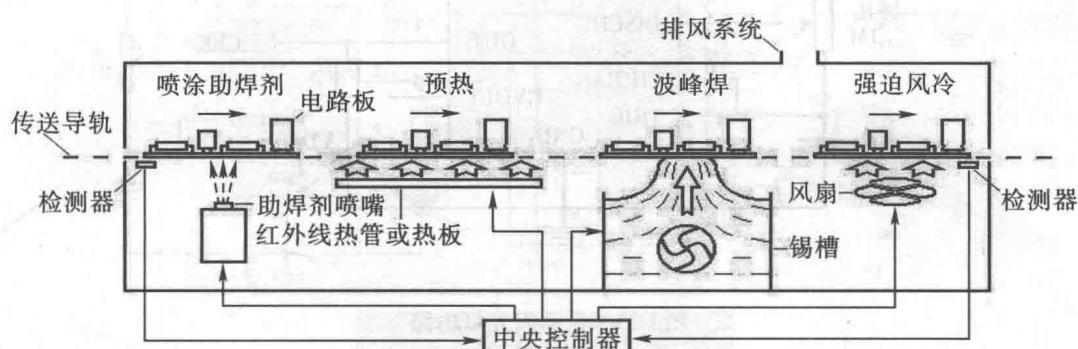

图1.21 波峰焊技术示意
①电烙铁，一般应选内热式 20~35W 恒温 230℃ 的烙铁，但温度不要超过 300℃ 的为宜。接地线应保证接触良好。一般电烙铁的工作电压是 220V，使用时一定要注意安全。发现烙铁头松动要及时紧固；不准甩动使用中的电烙铁，以免焊锡溅出伤人。如果长时间不适用，将烙铁的电源关闭。
②焊接时间在保证润湿的前提下，尽可能短，一般不超过 3s。
③耐热性差的元器件应使用工具辅助散热。如微型开关、CMOS 集成电路、瓷片电容、发光二极管、中周等元件，焊接前一定要处理好焊点，施焊时注意控制加热时间，焊接一定要快。还要适当采用辅助散热措施，以避免过热失效。
④集成电路若不使用插座，直接焊到印制板上，安全焊接顺序为：地端→输出端→电源端→输入端。
⑤焊接时应防止邻近元器件、印制板等受到过热影响，对热敏元器件要采取必要的散热措施。
⑥焊接时绝缘材料不允许出现烫伤、烧焦、变形、裂痕等现象。
⑦焊接完毕，必须及时对板面进行彻底清洗，以便残留焊剂、油污和灰尘等。
(6)现代焊接工艺。随着技术的发展和电路设计对焊接工艺的要求的增加，现代焊接工艺有了更广泛的应用。主要有：①波峰焊技术(见图1.21)；②表面安装技术(SMT)；③微电子组装技术(MPT)。